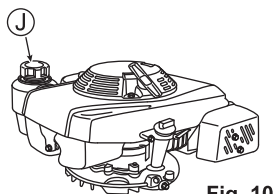

Fig. 10
1. Ouvrez le bouchon du réservoir à carburant (J) et ajoutez le carburant. Essuyez immédiatement avec un chiffon si de l'essence a coulé. (Voir Fig. 10)
2. Refermez bien le bouchon du réservoir à carburant (J) après ravitaillement.